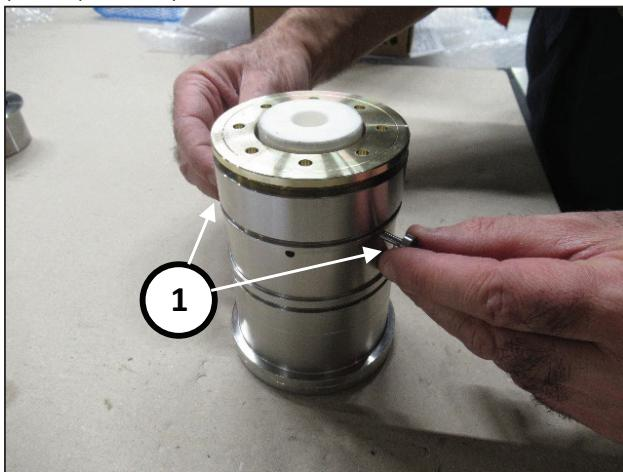
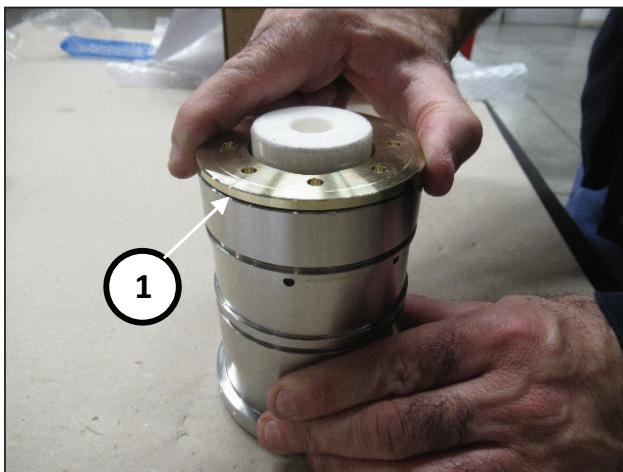

Рис. 188
Рис. 189
Снимите штифты инструмента арт. 27945400 (поз. ①, Рис. 188), и завершите завинчивание опоры уплотнения (поз. ①, Рис. 189).